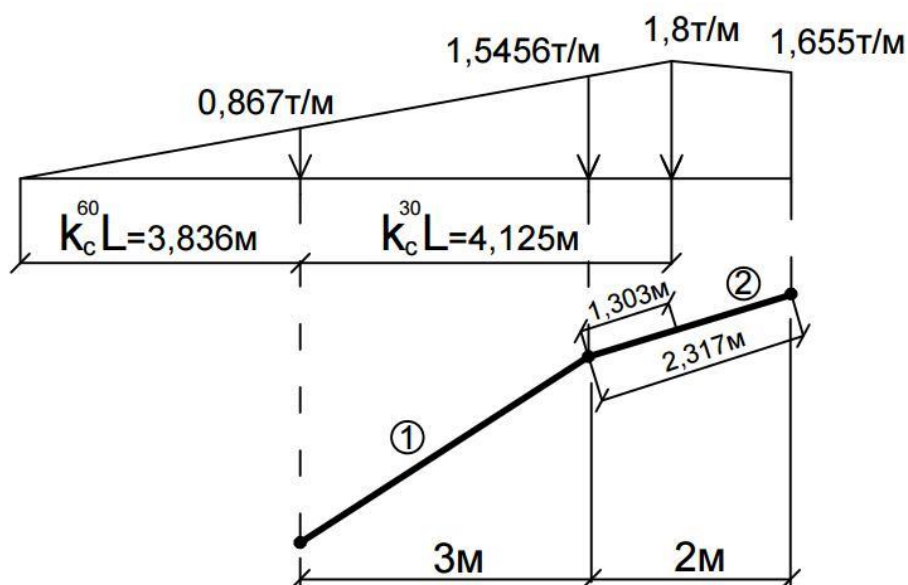
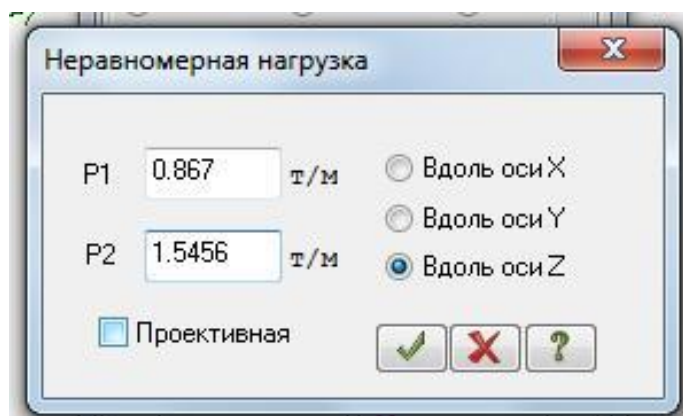
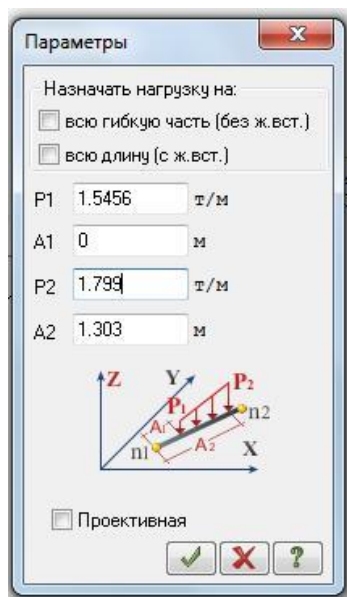
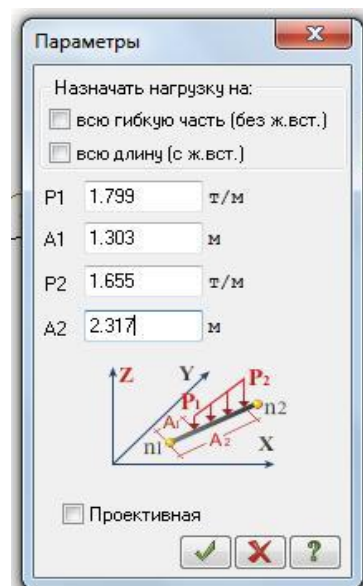

Рис.2.27. Определение значений нагрузок
Рис. 2.28. Задание неравномерно распределенной нагрузки
Рис. 2.29. Задание
Рис. 2.30. Задание
- Неравномерная нагрузка: задайте в строках значения $P1=0,867\text{ т/м}$ и $P2=1,5456\text{ т/м}$ (значения нагрузок определены по интерполяции рис.2.27) и отметьте пункт Вдоль оси Z. Нажмите кнопку Применить (рис. 2.28).
- И так же через окно Параметры задайте следующие параметры, определенные по интерполяции (рис.2.27), $P1=1.5456\text{т/м}$, $P2=1.8\text{т/м}$, $A1=0$, $A2=1.303\text{м}$ (рис. 2.29).
- Через окно Параметры задайте следующие параметры, определенные по интерполяции (рис.2.27), $P1=1.799\text{т/м}$, $P2=1.655\text{т/м}$ (рис. 2.30).